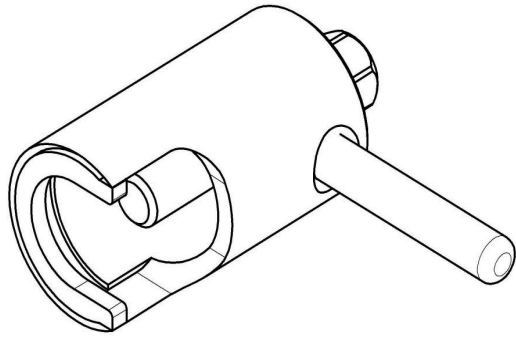

Рис.10 Съемник крыльчатки.
- снять крыльчатку при помощи специального съемника (рис.10);